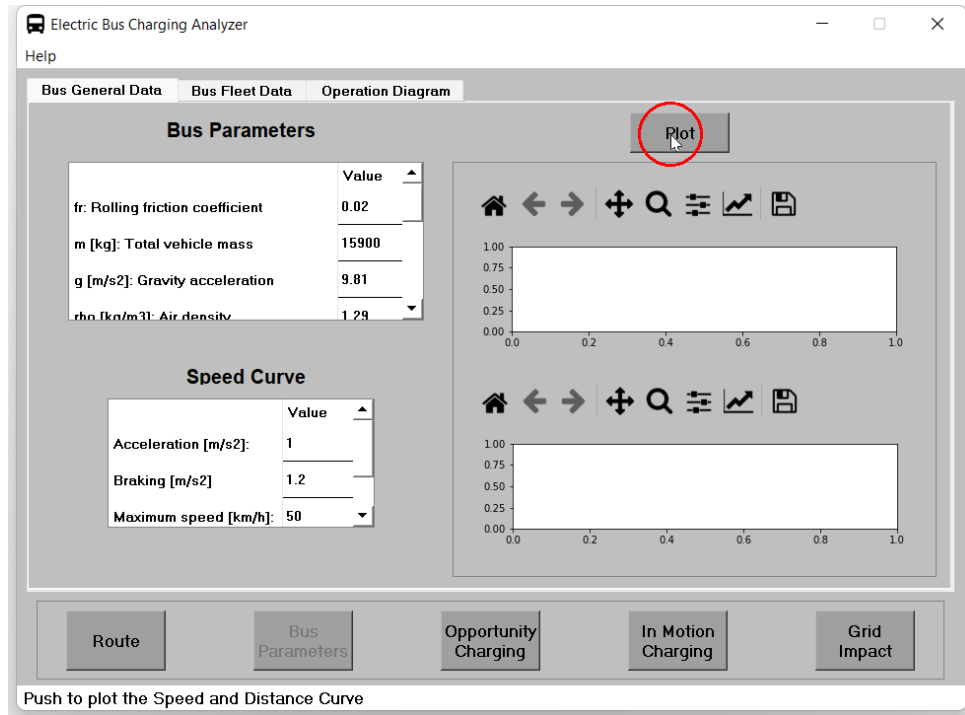
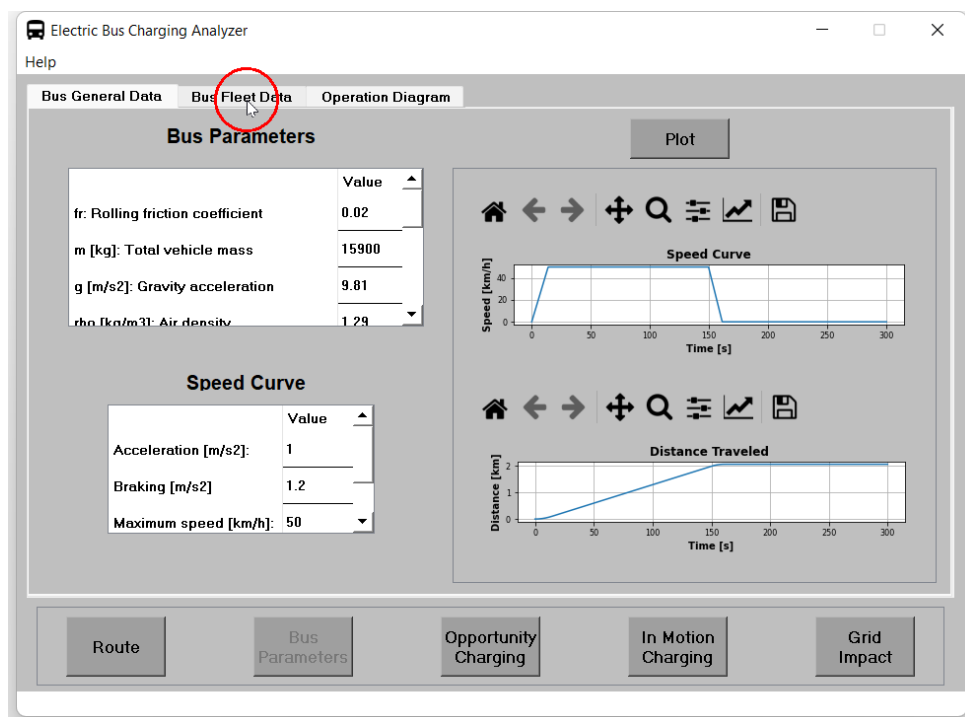

Figura 21: Creación de gráficas de velocidad y distancia.
Figura 22: Visualización de resultados y cambio de ventana.
1. Primero, se generan gráficas de velocidad y distancia del bus presionando el botón **Plot** tal y como se muestra en la figura 21. Luego se debe pasar a la pestaña **Bus Fleet Data** como se muestra en la figura 22